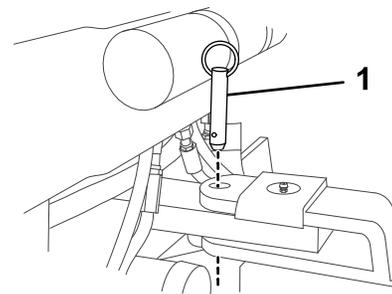
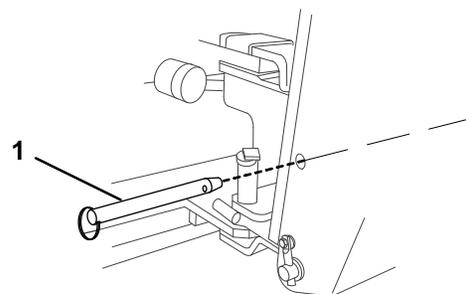
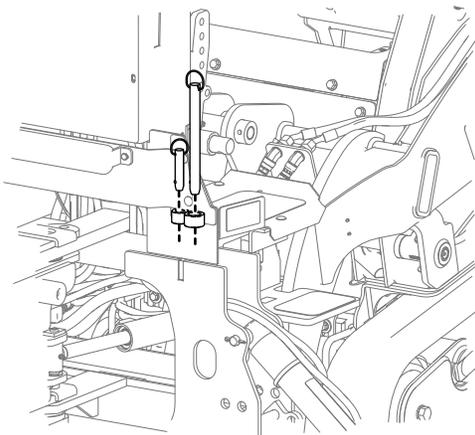

Figura 6
Figura 7
Figura 8
3. Rimuovete i 2 perni che bloccano la barra in posizione (Figura 6 e Figura 7) e posizionate nella posizioni di conservazione (Figura 8).
Nota: Un perno impedisce alla barra di oscillare lateralmente (Figura 6), e l'altro impedisce alla barra di muoversi verso l'alto e verso il basso (Figura 7).